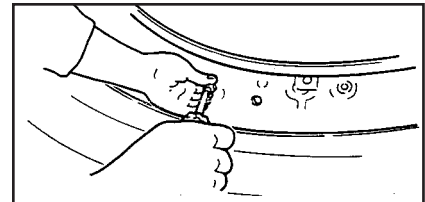

Figure 1
4. Enlever l'obus de valve; dégonfler complètement les pneus. (Voir fig. 1.)